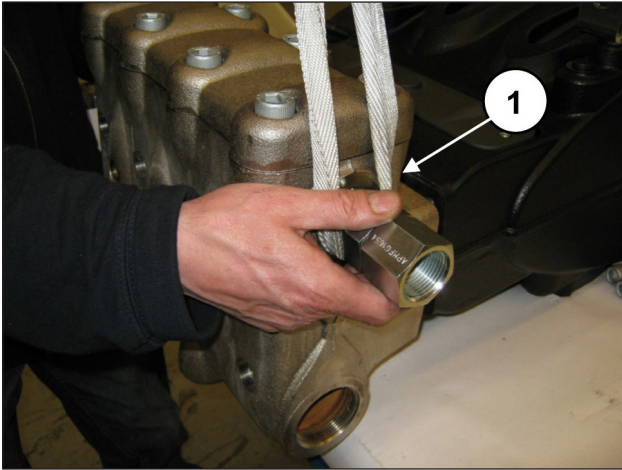
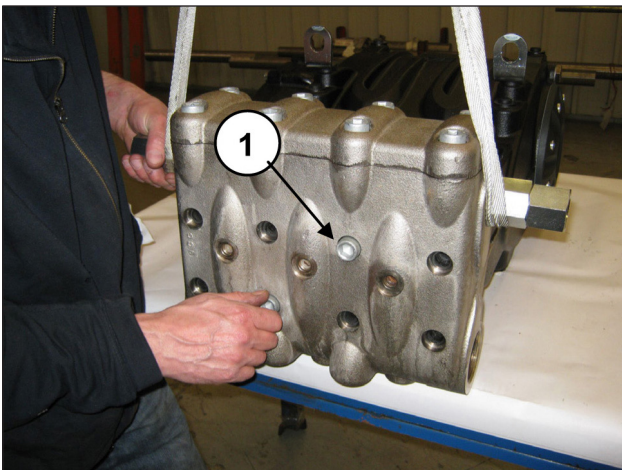

Fig. 135
Fig. 136
Monte o cabeçote no cárter da bomba (pos. ①, Fig. 135) prestando atenção para não bater nos pistões e aperte os 8 parafusos M16x180 (pos. ①, Fig. 136).